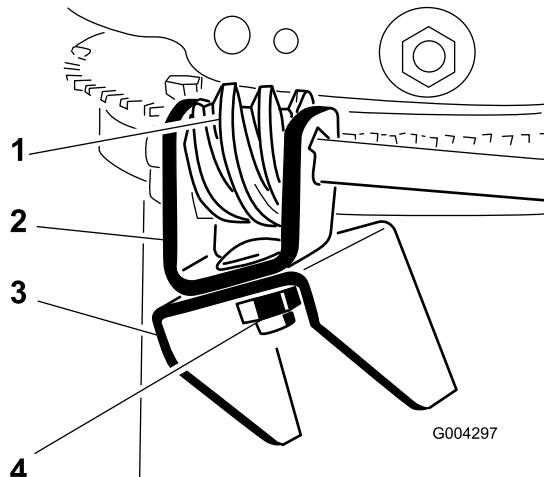

Рисунок 11
3. Нанесите на червячное колесо смазку общего применения № 2 (Рисунок 11).
4. Закрепите червячное колесо и скобу на монтажном фланце с помощью болта, шайбы Белвил и контргайки, не затягивая их, как показано на рисунке Рисунок 11.
5. Введите червячное колесо в зацепление с зубьями кольца, поддерживающего желоб, и затяните контргайку (Рисунок 11).